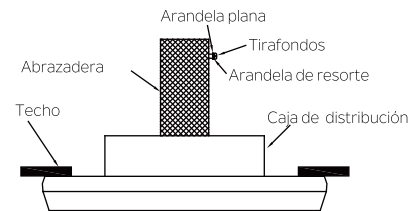

Fig. 10
Paso 1. Inserte un tirafondos y arandelas en el costado de la abrazadera que sostiene la caja de distribución eléctrica. Deje un espacio de 3 mm (1/8") entre la abrazadera de soporte y la arandela. (Fig. 10)